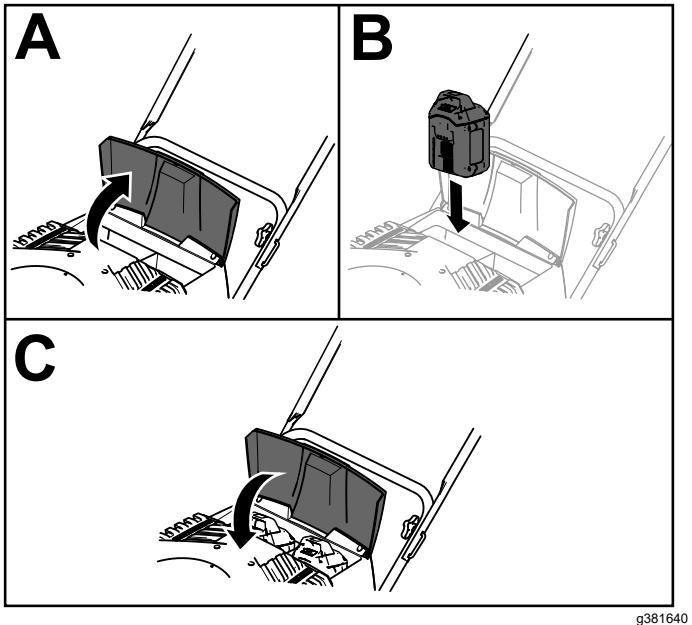

Figure 6
2. Soulevez le couvercle du compartiment de la batterie (A de la Figure 6).
3. Placez le creux dans la batterie devant la languette sur la machine, et glissez la batterie dans le compartiment jusqu'à ce qu'elle s'enclenche en position (B de la Figure 6).
4. Refermez le couvercle du compartiment de la batterie (C de la Figure 6).